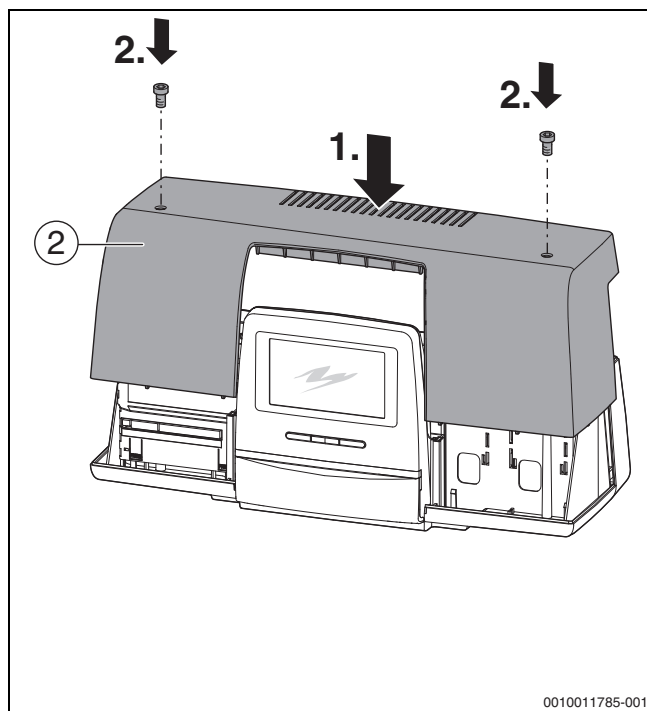

Fig. 36 Montarea capacului detașabil pe automatizări
În fig. 36, pagina 30 este reprezentată din față automatizarea.
- ▶ Montați capacul detașabil [2] pe automatizări (→ fig. 36, pagina 30).